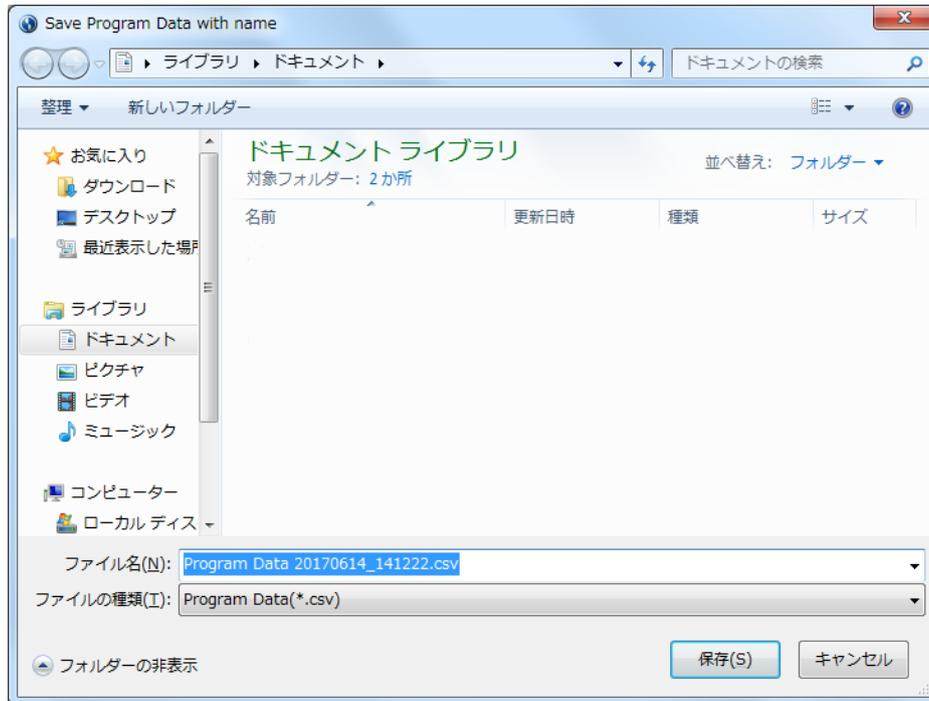

図 8-5 プログラムデータ保存先選択画面
Main 画面のメニュー「File」内の「Save Program Data with name (A)」から、作成したプログラムをファイルに保存することができます。(図 8-5)